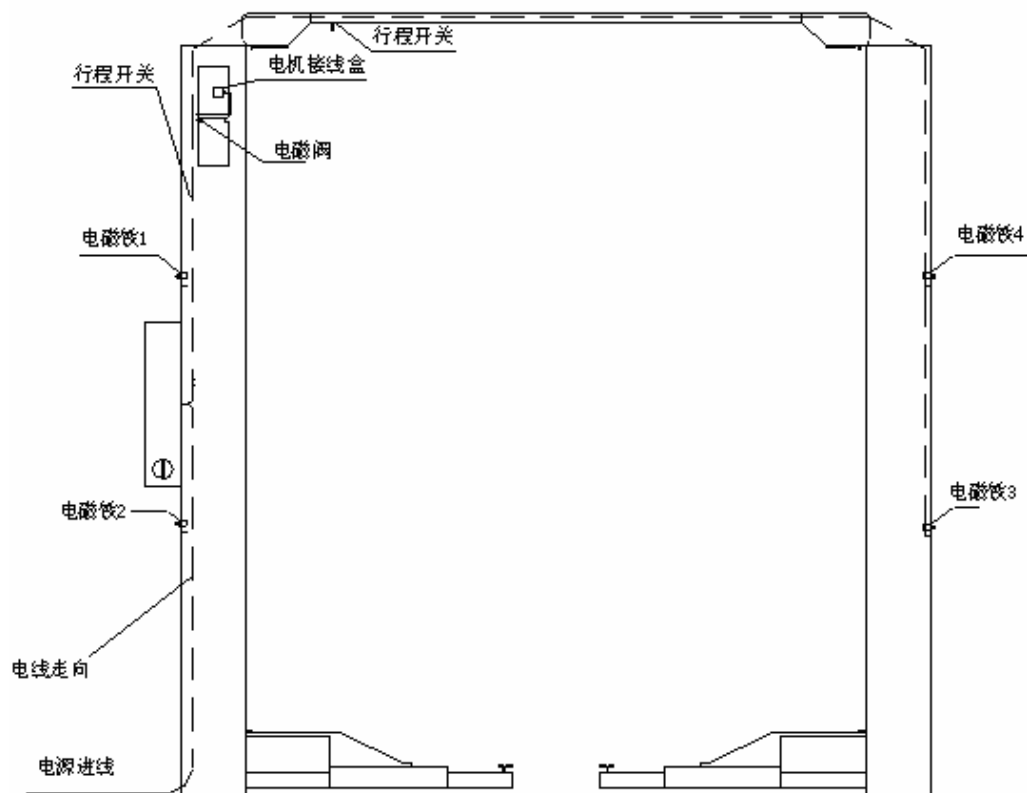

图 13b
- TLT240SCA、TLT235SCA (U) 机型按图 13b 所示。